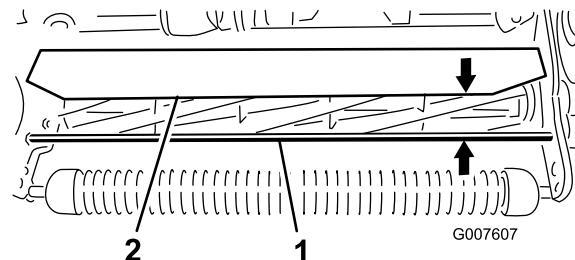

Bild 58
1. Messen Sie den Abstand zwischen dem oberen Ende der vorderen Stützstange und der vorderen Lippe des Schutzblechs an jedem Ende der Schneideeinheit (Bild 58).